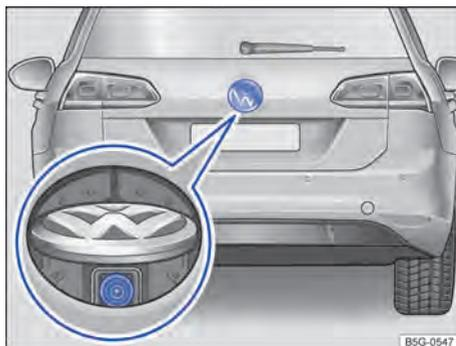
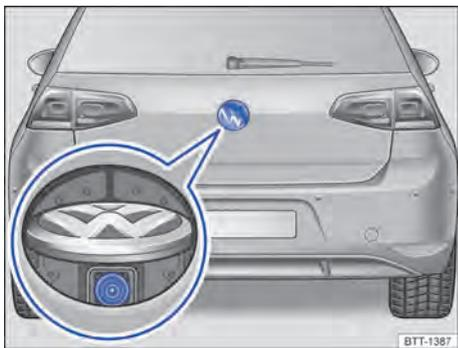

Fig. 151 Na traseira do veículo: local de instalação da câmera de marcha a ré (Golf Variant).
Fig. 150 Na tampa do compartimento de bagagem: local de instalação do assistente de condução em marcha a ré (Golf).
Uma câmera na tampa do compartimento de bagagem → Fig. 150 auxilia o condutor ao entrar na vaga de estacionamento em marcha a ré ou em manobras. A imagem da câmera é exibida junto com as guias de orientação projetadas pelo sistema no display do sistema Infotainment instalado de fábrica.
- ✓ Uma imagem confiável e clara, por exemplo, condições de visibilidade boas e uma lente limpa → Fig. 150.
A câmera de marcha a ré → Fig. 150 ou → Fig. 151 (lupa) somente fornece imagens bidimensionais. As reentrâncias, bem como objetos salientes no solo ou peças salientes de outros veículos, são difíceis de serem reconhecidos ou não podem ser reconhecidos devido à ausência de profundidade no display.
Manter a lente da câmera → Fig. 150 (lupa) limpa, sem neve e sem gelo: